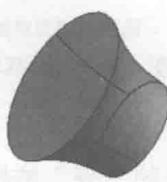
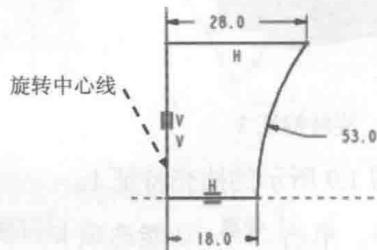

图 1.2 旋转特征 1
图 1.3 截面草图
- (1) 选择下拉菜单 **文件** → **新建** 命令，系统弹出文件“新建”对话框。
- (2) 在此对话框的 **类型** 选项组中选中 **零件** 单选项。
- (3) 在 **名称** 文本框中输入文件名 INSTANCE_AIR_PIPE。
- (4) 取消选中 **使用默认模板**，单击该对话框中的 **确定** 按钮。
- (5) 在系统弹出的“新文件选项”对话框的 **模板** 选项组中选择 **mmns_part_solid** 模板，单击该对话框中的 **确定** 按钮。
Step2. 创建图 1.2 所示的旋转特征 1。
- (1) 选择命令。单击 **模型** 功能选项卡 **形状** 区域中的“旋转”按钮 。
- (2) 绘制截面草图。在图形区右击，从系统弹出的快捷菜单中选择 **定义内部草绘...** 命令；选取 FRONT 基准平面为草绘平面，TOP 基准平面为参考平面，方向为上；单击 **草绘** 按钮，绘制图 1.3 所示的截面草图（包括中心线）；单击 **草绘** 功能选项卡 **关闭** 区域中的“确定”按钮 ，退出草绘环境。